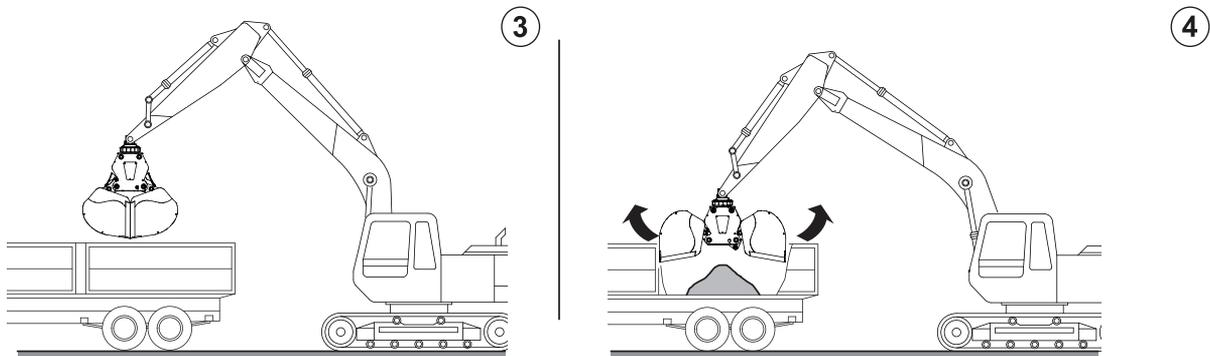

Рис. 8
4. Откройте оборудование с помощью команды «Открыть» и выгрузите материал с минимально возможной высоты от поверхности собираемого материала (рис. 8).